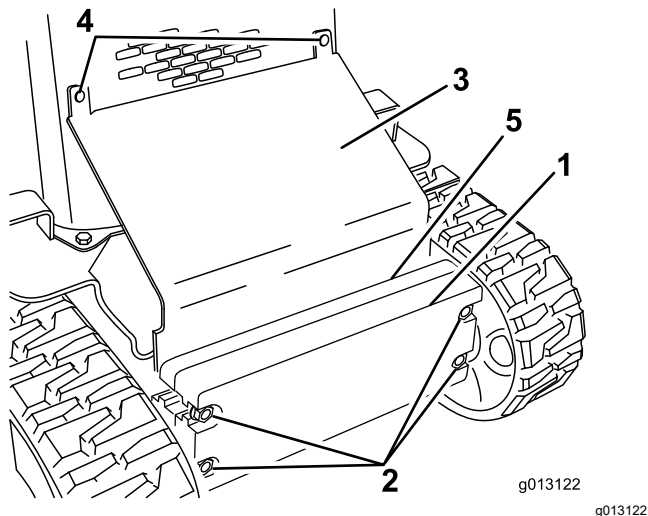

图 27
2. 旋松固定配重的螺栓图 27。
3. 拆下固定斜板的托架螺栓和螺母图 27。
10. 在框架和配重之间滑动斜板使用之前拆下的托架螺栓和螺母将其固定到前滤网格栅上图 27。
11. 拧紧固定前配重的螺栓图 27。